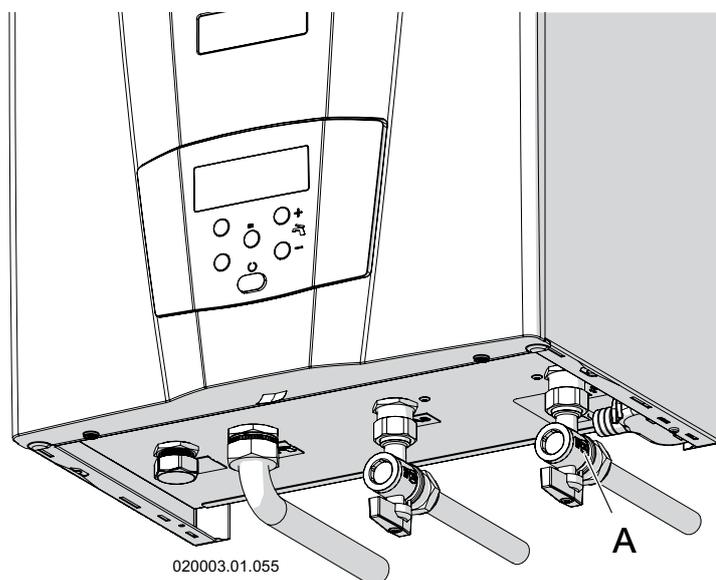

Figure 6-13 - sélecteur débit d'eau chaude sanitaire (« A »)
- 5.- si la température de l'eau est trop froide, réduire le débit grâce à un robinet situé en amont de l'appareil jusqu'à atteindre la température souhaitée (voir figure 6-13, élément « A »).